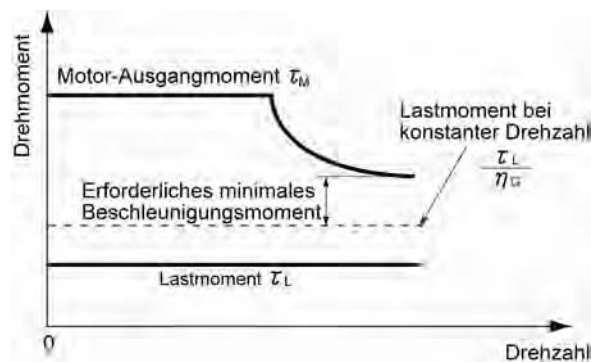

Abbildung 7.4 Fallstudie des erforderlichen minimalen Beschleunigungsmoments
- 2) Berechnung des erforderlichen minimalen Beschleunigungsmoments (siehe Abbildung 7.4)